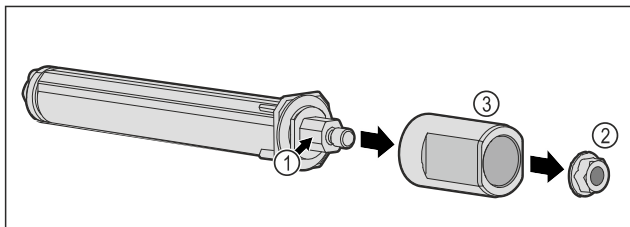

Fig. 54
- ▶ Arge võtke ukse sulgemissüsteemi lahti Fig. 54 (1).
- ▶ Eemaldage mutter Fig. 54 (2).
- ▶ Võtke hülss Fig. 54 (3) maha.